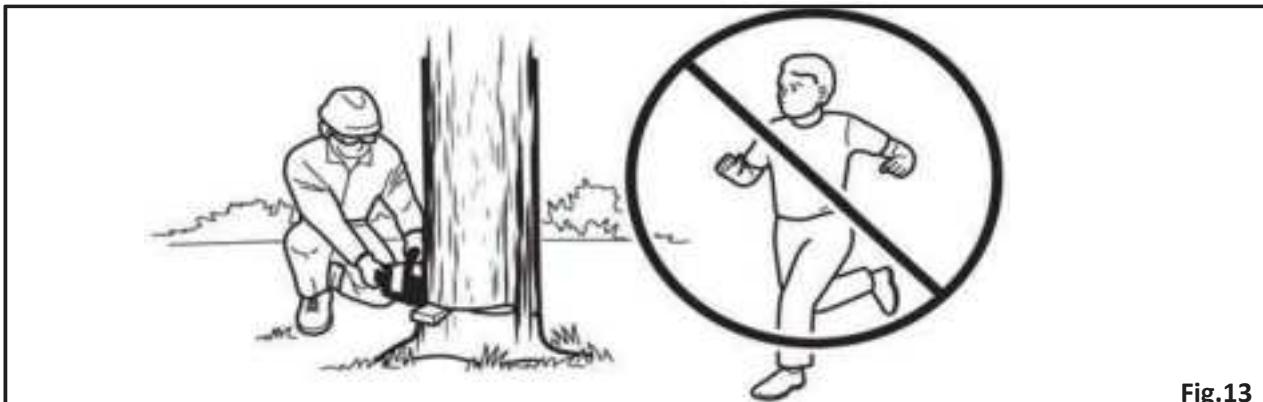

Fig.13
**PRECAUZIONI AREA DI LAVORO** (ved. fig. 13)